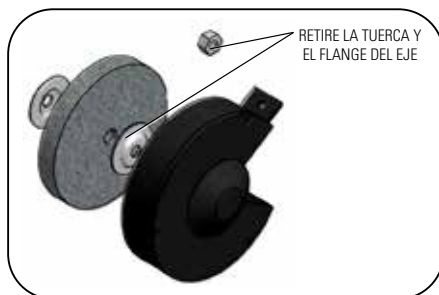

FIGURA 9.3
3. Sujetando el disco firmemente, retire la tuerca y el flange del eje con una llave tuercas de 19mm. Figura 9.3. Fíjese que la tuerca del lado izquierdo del disco posee rosca izquierda y la tuerca del lado derecho posee rosca derecha;